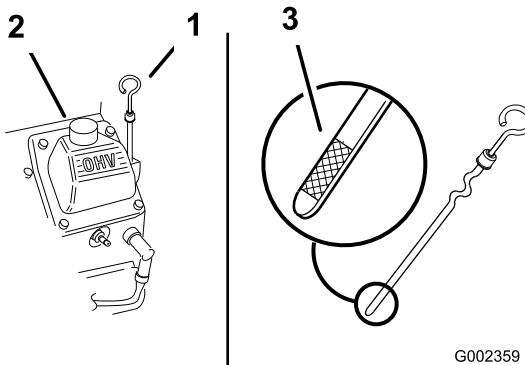

Figura 24
3. Limpie alrededor de la varilla de aceite (Figura 24) para impedir que caiga suciedad por el orificio de llenado y cause daños en el motor.
4. Desenrosque la varilla de aceite y límpie el extremo (Figura 24).
5. Deslice la varilla a fondo en el tubo de llenado, pero no la enrosque en el tubo (Figura 24).
6. Vierta lentamente un 80% aproximadamente de la cantidad especificada de aceite por el tubo de llenado (Figura 24).